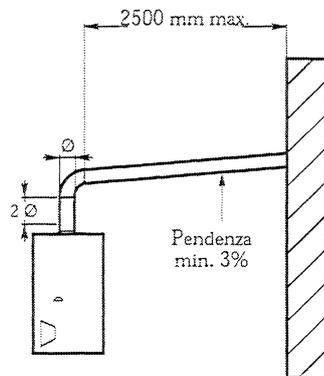

Fig. 3
**Nota N. 1 - Collegamento alla canna fumaria (Fig. 3)**
In nessun caso la tubazione dei fumi dovrà avere una sezione inferiore a quella dell'innesto sull'apparecchio. Lungo tutto il tratto fumario non devono esserci dispositivi di intercettazione o serrande. Nel caso, è d'obbligo eliminarli. Prestare molta attenzione ai disegni delle Fig. 3 e 6 per collegarsi in canna fumaria.